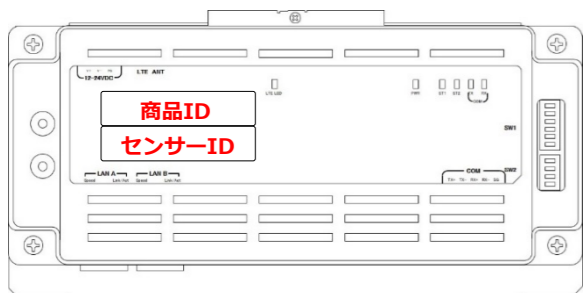

図8. 商品ID・センサーIDの記載位置
- (1) SVセンサ設定ツールの「ご利用いただく前に」が表示されたら、内容を確認し「同意する」ボタンを押下する。
- (2) ログイン画面が表示されたら、SVセンサ本体に記載されている商品ID (ハイフン無し)、センサーIDを入力し、「ログイン」ボタンを押下する。
- ・ 商品ID・センサーIDの記載位置は図8の通りです。